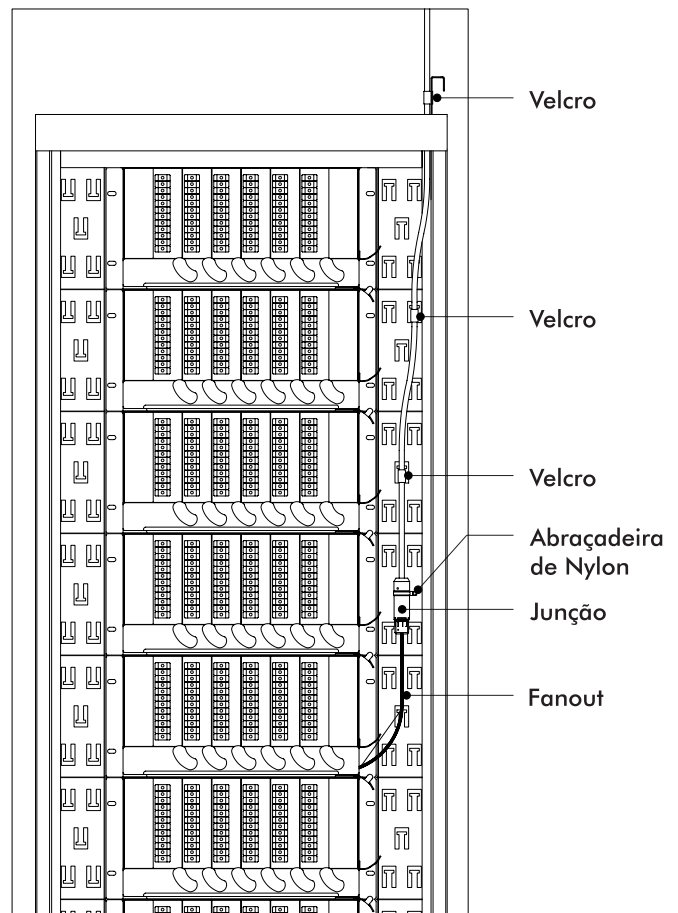

Figura 9
2. Guie os cabos Trunks – Fanouts até próximo aos Sub-Racks pela parte traseira da passagem lateral de cabos do Rack FTH-610. Utilize a Velcro dupla face para a fixação durante o caminho e as abraçadeiras de Nylon de 150 mm na fixação da junção. Conforme mostrado na Figura 9.